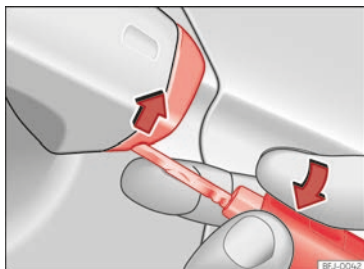

Abb. 53 Fahrertürgriff: Abdeckkappe abhebeln.
- Den Schlüsselbart am Fahrertürgriff in die untere Öffnung der Abdeckkappe stecken und die Abdeckkappe von unten nach oben anheben » (Abb. 53).